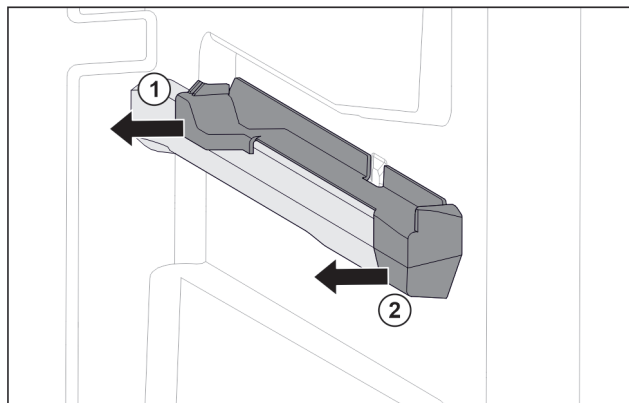

Fig. 55 Elemento inseribile sulla nervatura destra del contenitore
- Estrarre l'elemento inseribile dal lato posteriore di lato. Fig. 55 (1)
- Estrarre l'elemento inseribile dal lato anteriore di lato. Fig. 55 (2)